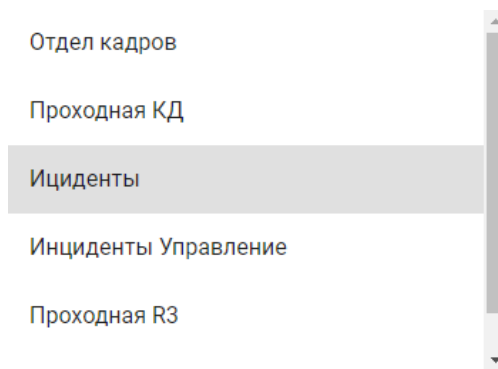

Рисунок 9.4 – Окно выбора макета
3. Выбрать макет, который должен быть применен к интерфейсу приложения. Выбор производится в окне «**Выберите макет**» (рисунок 9.4), которое отображается в процессе загрузки приложения, при этом для выбора доступны макеты, доступные для запуска данного пользователя с данного компьютера (должны выполняться оба условия).